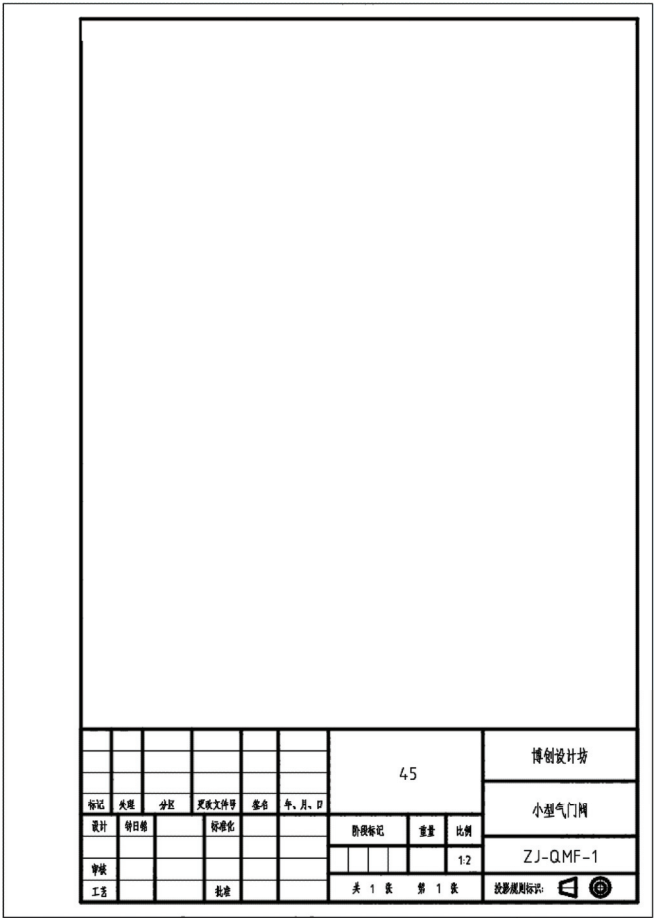

图 6-63 填写好标题栏的 A4 图框
5) 完成编辑属性 (例如输入图样代号、图样名称、材料标记、制图比例等信息) 后, 单击“确定”按钮, 完成的效果如图 6-63 所示。